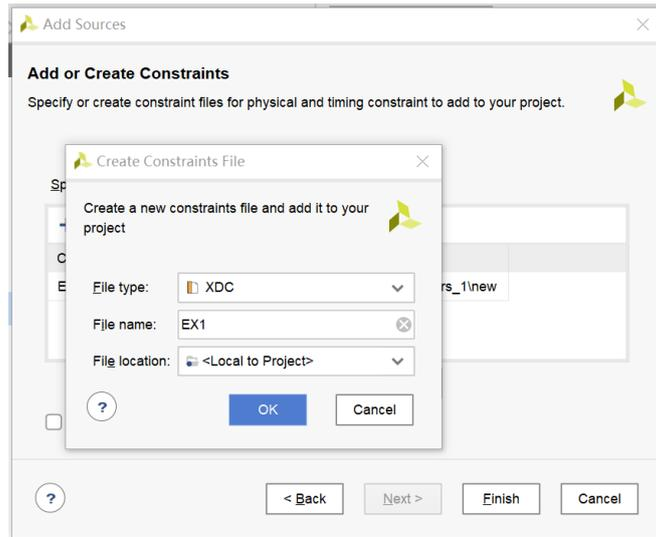
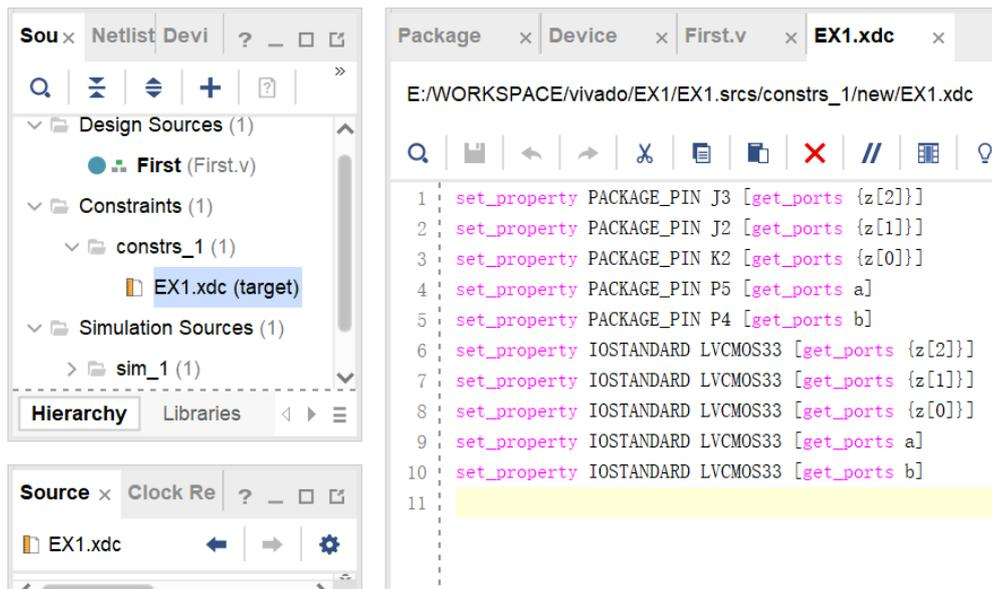

图 1.34
图 1.35
b.1、打开 Add Sources 界面，如图 1.34 所示。选择第一项 Add or Create Constraints 一项，点击 Next，进入图 1.35 所示的界面。
b.2、在图 1.35 所示的界面上，点击 Create File，新建一个 XDC 文件，输入 XDC 文件名，点击 OK。点击 Finish，如图 1.36 所示。